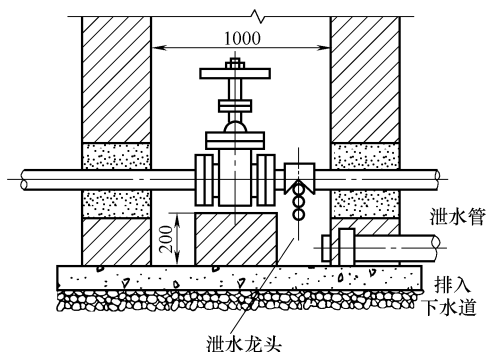

图 3-4 泄水阀门井
(1) 引入管上应设置阀门,必要时还应设置泄水装置,以便于管网检修时放水。泄水阀门井的做法一般如图 3-4 所示。